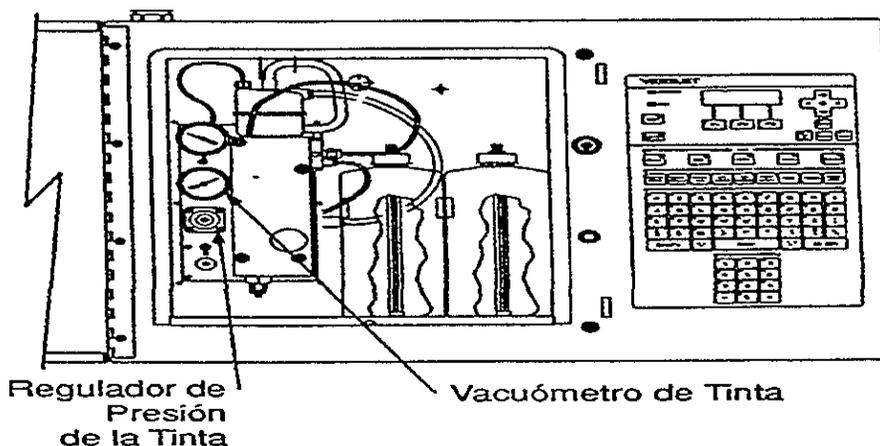

Figura No. 10 Conjunto Hidráulico
- 12.- Observe el panel de led en la TCI (Tarjeta de Circuito Impreso) y espere hasta que el led PTFL se encienda después de un minuto. (Figura No. 10)